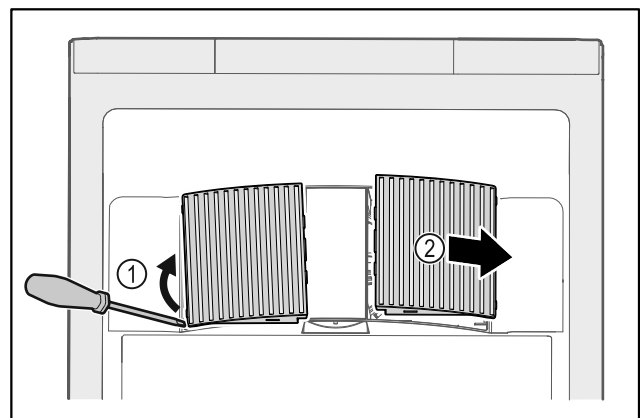

Fig. 144
- ▶ Scoateți cu grijă capacele ventilatoarelor de pe partea laterală Fig. 144 (1) și scoateți-le spre partea din față Fig. 144 (2).